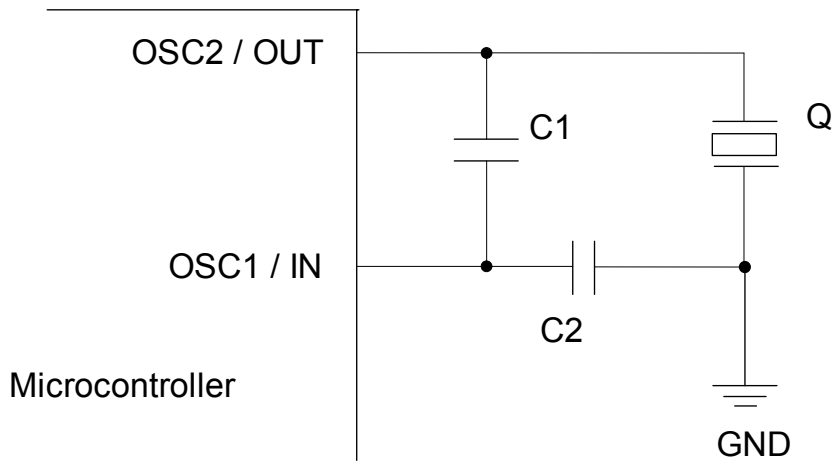

Bild 4: Typische Beschaltung der Schwingstufe eines Microcontrollers in Colpittsoszillator-Konfiguration.
Ist die Schwingstufe im Microcontroller als Colpitts-Schaltung ausgeführt, zeigt das Datenblatt typischerweise eine Beschaltung wie in Bild 4. Die Kondensatoren  $C_1$  und  $C_2$  werden entsprechend Gleichung (1) angepasst. Beispiel: Gegeben sei  $C_L = 16 \text{ pF}$ . Unter der Voraussetzung  $C_{S1} = C_{S2} = 10 \text{ pF}$  errechnet sich der Startwert für eine Optimierung zu  $C_1 = C_2 = 22 \text{ pF}$ . Wie beim Pierce-Oszillator bereits beschrieben ist, sollte die Frequenz rückwirkungsfrei überprüft werden, um die Kapazitätswerte gegebenenfalls anzupassen.